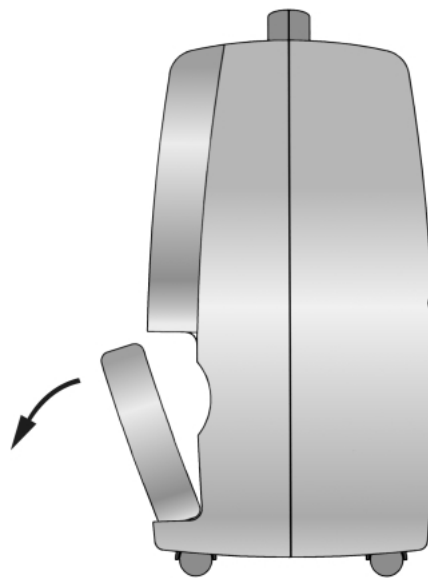

Fig. 4
- Ricollocare la tanica nel suo vano. (Fig. 4)
- Return the tank to its compartment. (Fig. 4)
- Remettre le bidon dans son logement. (Fig. 4)
- den Behälter wieder auf seinen Platz stellen. (Bild 4)
- Colocar de nuevo el recipiente en su alojamiento. (Fig. 4)
- Coloque o recipiente no seu lugar. (Fig. 4)